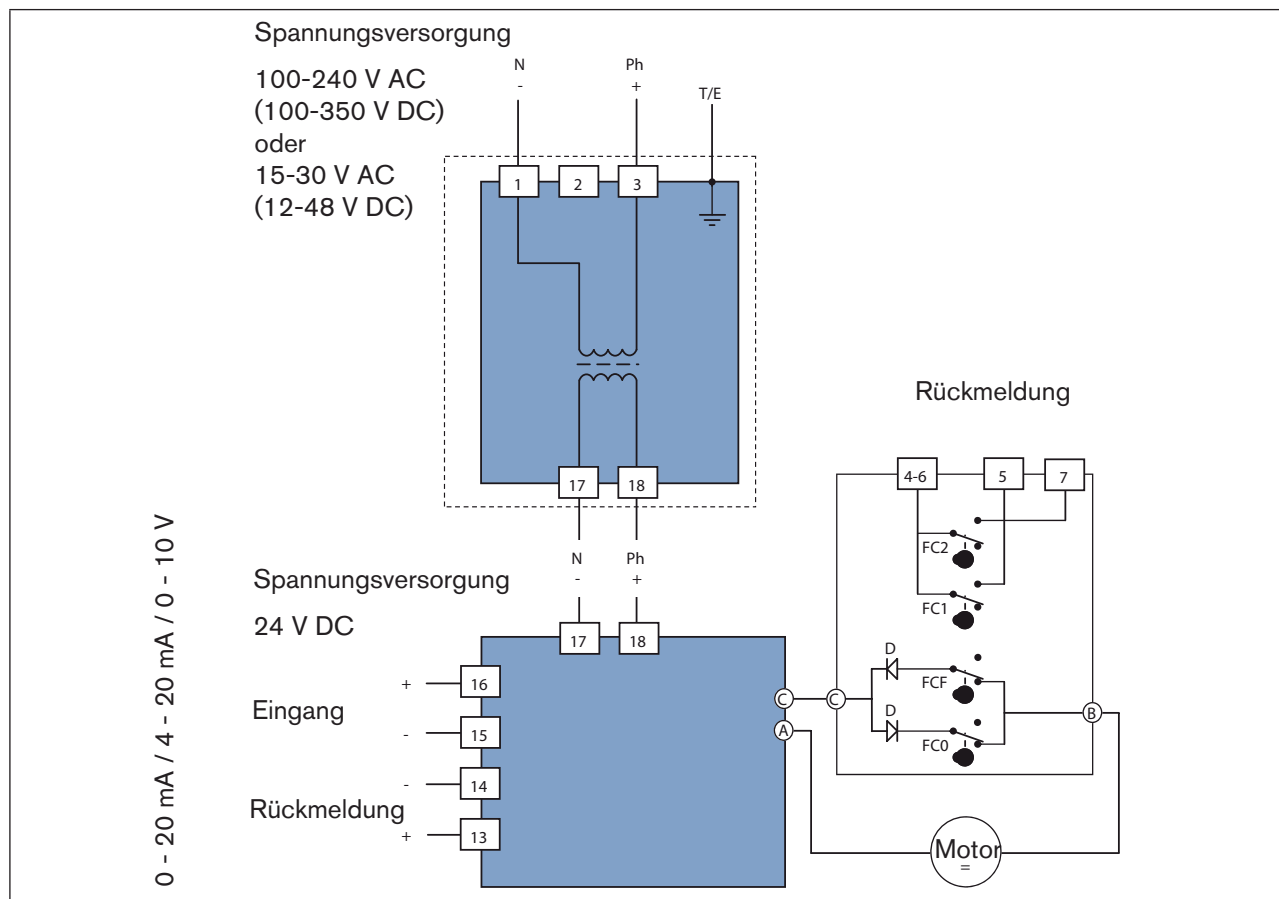

Bild 19: Elektrisches Schaltschema
- Kabel entsprechend dem elektrischen Schaltschema (siehe „Bild 19“) an der Klemmleiste Pos. 14 der Spannungsversorgungskarte anschließen (siehe „Bild 1“ auf Seite 48 und „Bild 2“ auf Seite 49).
→ Kabel an der Klemmleiste 12 (siehe „Bild 1“ auf Seite 48 und „Bild 2“ auf Seite 49) gemäß Schema anschließen (siehe „Bild 19“).